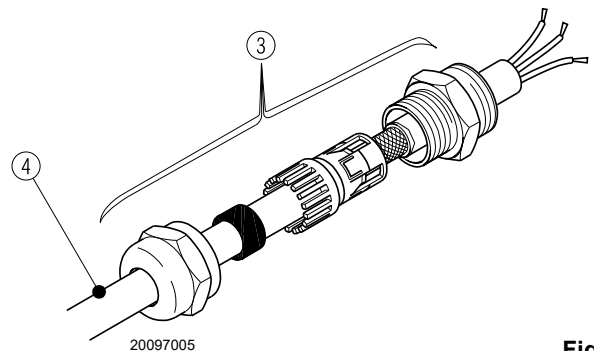

Fig. 27
- Effectuer le blindage du câble 4) provenant du VSD (Inverter) comme illustré sur la Fig. 27, en utilisant le raccord 3);